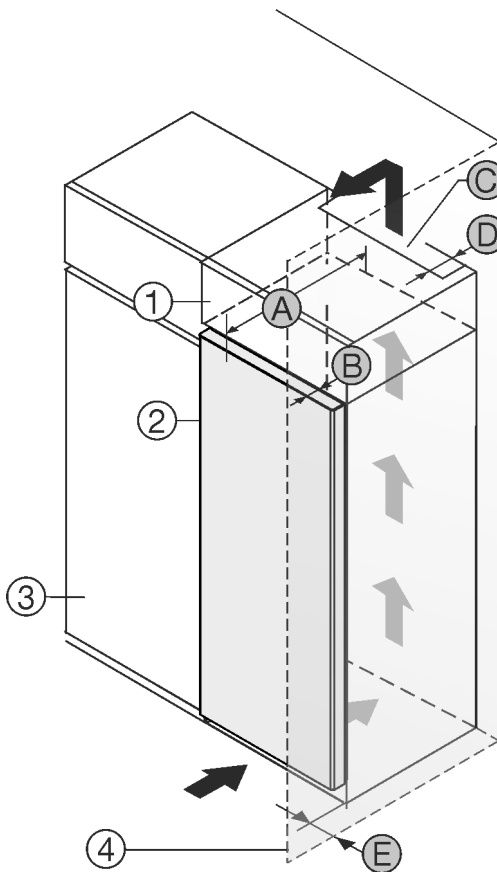

Fig. 1
Zariadenie môžete inštalovať priamo vedľa kuchynskej skrine Fig. 1 (3)\*.
Na zadnej strane nastavnej skrine musí byť vetracia šachta s hĺbkou Fig. 1 (D) cez celú šírku nastavnej skrine.\*
Pod stropom miestnosti sa musí dodržať prierez vetracieho otvoru Fig. 1 (C)\*.
Ac zariadenie nainštalujete so závesmi vedľa steny Fig. 1 (4), tak vzdialenosť medzi zariadením a stenou musí byť minimálne 13 mm.\*
Aby ste mohli dvere úplne otvoriť, zariadenie musí vyčnievať o hĺbku dvier Fig. 1 (B) prednej časti kuchynskej skrine. V závislosti od hĺbky kuchynských skrií Fig. 1 (3) a použitia dištančných držiakov na stenu môže zariadenie prečnievať ešte viac.\*